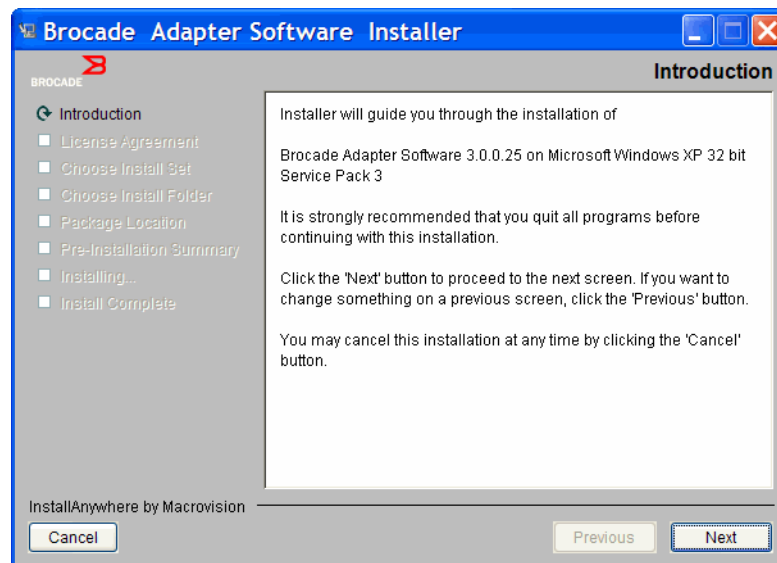

FIGURA 11 Pantalla Introduction (Introducción) de Brocade Adapter Installer
3. Cuando se muestre la pantalla **Introduction** (Introducción) del Brocade Software Installer (Figura 11), lea las recomendaciones e instrucciones y haga clic en **Next** (Siguiente).